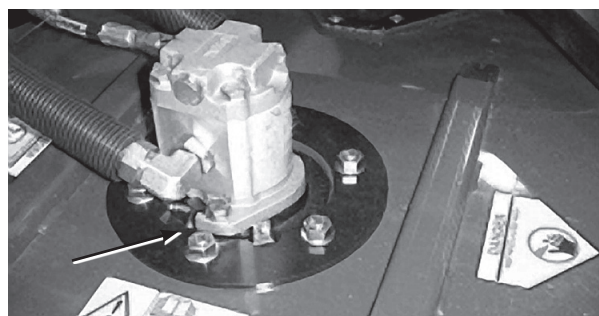

図 39
- ・ カッティングユニットのスピンドル・シャフトのベアリング (各カッティングユニットに1ヶ所) (図39)。